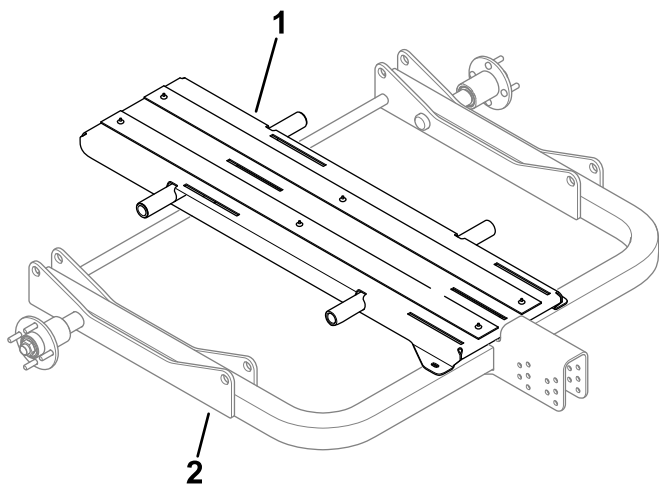

Figura 18
1. Posicione o suporte central na estrutura principal, como se mostra na **Figura 18**.